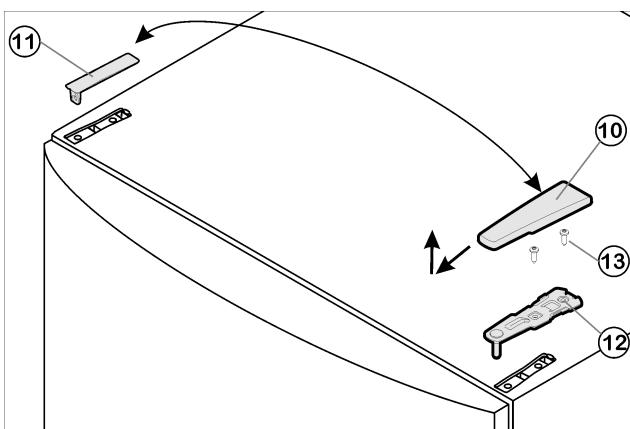

Fig. 4
- Kryt Fig. 4 (10) stáhněte dopředu a nahoru.
- Kryt Fig. 4 (11) zvedněte.
- Horní stojan ložiska Fig. 4 (12) odšroubujte (2 krát Torx® 25) Fig. 4 (13) a stáhněte nahoru.
- Horní stojan ložiska Fig. 4 (12) vložte na nové straně závěsu do dveřek.
- Horní stojan ložiska Fig. 4 (12) přišroubujte (s 4 Nm)(2krát Torx® 25) Fig. 4 (13). Díry pro šrouby případně předem propíchněte nebo použijte akumulátorový šroubovák.
- Kryt Fig. 4 (10) a kryt Fig. 4 (11) zatlačte vždy na opačné straně.